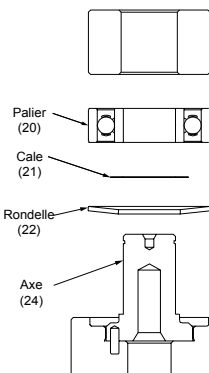

Figure 3
1. Placez la Base de l'outil de pression du palier de l'axe (MPA0203) T-3A sur la surface plate et propre d'une petite presse manuelle ou d'un outil équivalent, la poche de l'axe orientée vers le haut. Placez l'Axe (24) à l'intérieur de la poche de l'axe, l'arbre étant orienté vers le haut. Voir la Figure 3.
2. Placez la rondelle (22) sur l'Arbre de l'axe (24), la courbe de la Rondelle (22) étant orientée vers l'extérieur de sorte que le diamètre externe de la rondelle entre en contact avec le diamètre extérieur du Palier (20). Posez la Cale (21) sur le montant de l'Axe (24). Placez le Palier (20) (un seul joint) sur l'Axe (24), le côté du joint orienté vers la Rondelle (22). Remarque : Assurez-vous que les faces interne et externe des Paliers sont soutenues par l'Outil de pression du palier lorsque vous les pressez pour les mettre en place. Enfoncez le Palier (20) sur le montant de l'Axe en utilisant le Haut de l'outil de pression du palier de l'axe (MPA0204) T-3B comme indiqué dans la Figure 3.
3. Placez la Cale (19) sur l'arbre de l'Axe (24) et sur la face du Palier (20) en vous assurant qu'elle est au centre. Enfoncez le Palier (18) (sans joints/protections) à l'aide du Haut de l'outil de pression du palier de l'axe (MPA0204) T-3B, en veillant à ce que la Cale (19) demeure centrée sur l'axe vertical de l'arbre de l'Axe (24) et du Palier (20). Voir la Figure